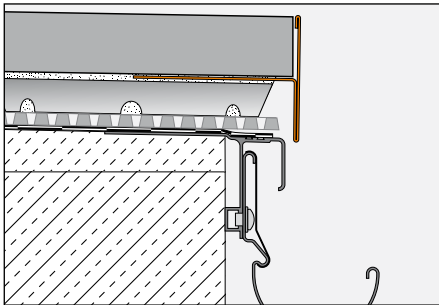

Abb. 3
3.3 Bei der Verwendung der Stelzlager Schlüter®-TROBA-STELZ-MR (Abb. 3) wird das Profil Schlüter®-BARA-RT in den Mörtelpunkt mit eingearbeitet. Das Abschlussprofil überdeckt den freien Rand der Belagskonstruktion. Anschließend werden die selbsttragenden Plattenelemente auf die Stelzlager verlegt.